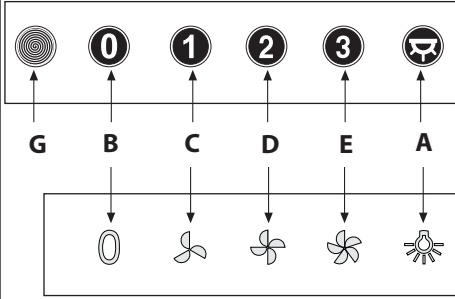

Fig.10
• **Commandes:** (Fig.10) **Mécaniques** les symboles sont les suivants: